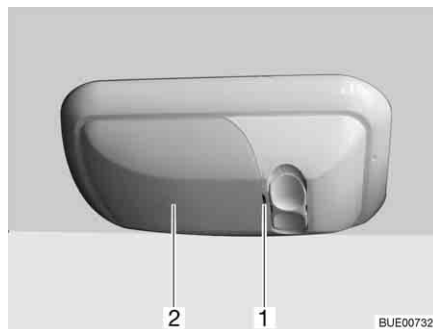

Bild 273 Garagenleuchte
- Abdeckung (Bild 273,2) vorsichtig mit einem geeigneten Werkzeug (z. B. Schraubendreher) an der Einkerbung (Bild 273,1) aushebeln und abnehmen.